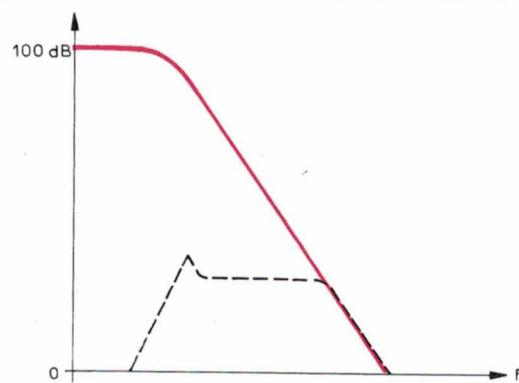

Fig. 14.
- Il ne faudra pas oublier, dans l'établissement du projet, l'influence de la courbe de réponse du gain en boucle ouverte en fonction de la fréquence, notamment pour les filtres passe-bande centrés aux fréquences élevées ainsi que pour les filtres passe-haut qui seraient en réalité des passe-bande (fig. 14).